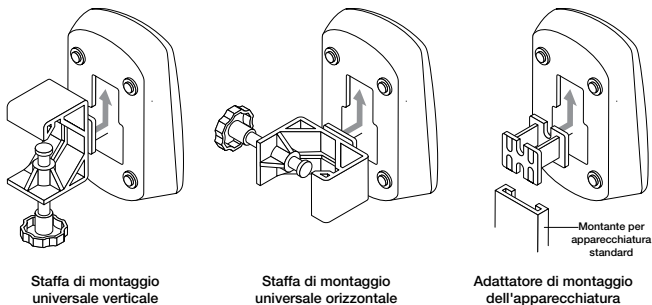

Figura 3. Configurazioni del controller Aerogen Pro-X e della staffa di montaggio universale
7. Usare la staffa di montaggio universale per collegare il controller a un braccio per fleboclisi o a un'apparecchiatura di sostegno per montaggio su letto in posizione orizzontale o verticale (figura 3).
8. Se è disponibile un montante per apparecchiatura standard, usare l'apposito adattatore per il sostegno del controller (figura 3).